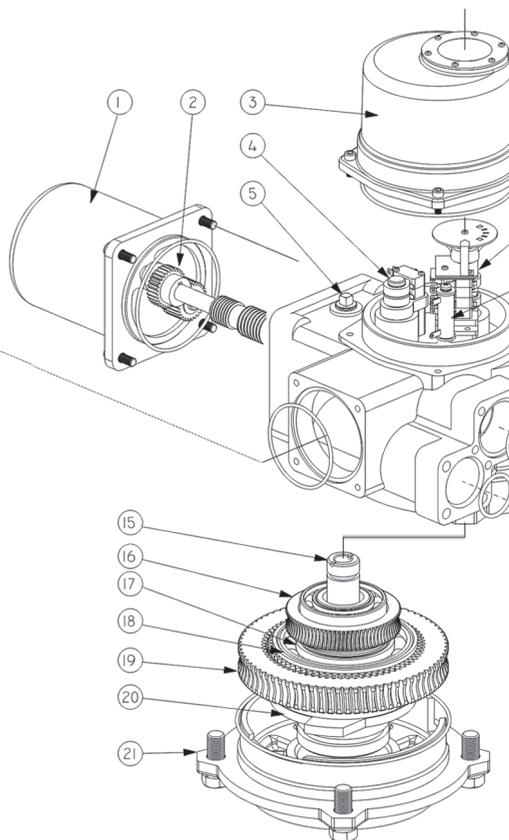
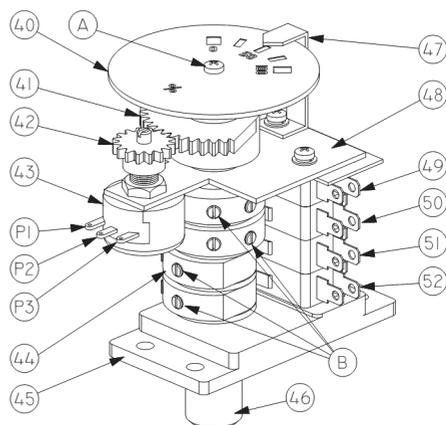
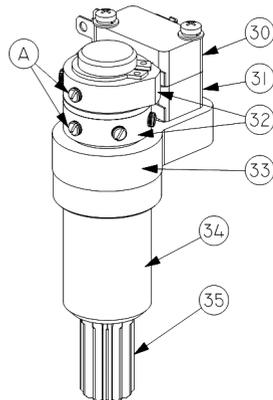

Рис.1 Электропривод ГЗ-ОФ
Рис. 2 Индикатор положения затвора арматуры
Рис.3 Двухсторонняя муфта ограничения крутящего момента
Электропривод состоит из следующих узлов и деталей (рис.1): электродвигателя (1); силового редуктора, в состав которого входит: червячный редуктор (11, 16), червячный редуктор маховика ручного дублера (13,19) и планетарная передача (18); двухсторонней муфты ограничения крутящего момента (моментной муфты) (4); ограничителя хода выходного вала (6); индикатора положения затвора арматуры (40, 47) (рис.2); выходного вала (15); механических упоров открытия и закрытия (9,10); клеммной колодки контактных соединений (23) и корпусных деталей.
Вращение электродвигателя (1) через прямозубую цилиндрическую шестерню (2) передается на червячный редуктор (11, 16), который соединен через планетарную передачу (18) с муфтой сцепления (20). Вращение муфты сцепления обеспечивает вращательное движение выходного вала (15). Выходной вал электропривода механически связан с индикатором положения затвора арматуры (40, 47) (рис.2) и ограничителем хода
Ограничитель хода выходного вала (6) механически связан с выходным валом (15). При достижении ограничителем хода выходного вала заданных параметров микровыключатели (49,50,51,52) (рис.2) отключают электроснабжение электродвигателя.
Индикатор положения затвора арматуры (40,47) (рис. 2) механически связан с валом ограничителя хода выходного вала. После надлежащей настройки указания индикатора соответствуют определенным положениям затвора арматуры независимо от режима работы электропривода – ручного или электрического.
При достижении предварительно установленной величины крутящего момента в положении ЗАКРЫТО или ОТКРЫТО, либо в случае аварийного заклинивания штока затвора арматуры в промежуточном положении, выходной вал (15) (рис.1) с червячным колесом (16) останавливается, а червяк (11), ввинчиваясь в венец червячного колеса (16), вследствие продолжающегося вращения ротора электродвигателя, начинает перемещаться в осевом направлении, сжимая тарельчатые пружины (12). Величина сжатия тарельчатых пружин определена настроенным крутящим моментом моментной муфты. Поступательное движение червяка (11) приводит к вращению вала моментной муфты (34) (рис.3). Кулачки (32), расположенные на валу моментной муфты, нажимают кнопки муфтовых микровыключателей (30, 31), размыкая цепь управления питанием электродвигателя электропривода.
2.6 МЕХАНИЧЕСКИЕ УПОРЫ (рис. 1)
Для управления электроприводом ГЗ-ОФ применяется электрическая схема, приведенная на рис.3. При достижении затвором арматуры конечных положений ОТКРЫТО или ЗАКРЫТО, срабатывают концевые микровыключатели 1КВ3 или 1КВ0, отключая питание электродвигателя электропривода. При превышении установленного крутящего момента при открытии или закрытии затвора арматуры, срабатывают муфтовые микровыключатели 1ВМ3 и 1ВМ0, отключая питание электродвигателя электропривода. Муфтовые микровыключатели 1ВМ3 и 1ВМ0 после срабатывания возвращаются в первоначальное положение при вращении вала в обратную сторону.
Снять крышку корпуса клеммных колодок контактных соединений (22) (рис.1). Подключить электропривод согласно схеме (рис.3). Закрыть крышку корпуса клеммных колодок. При помощи маховика перевести затвор арматуры в среднее положение. Далее проверить направление движения затвора арматуры при работе от электродвигателя на открытие и закрытие: диск индикатора положения затвора арматуры (40) (рис. 2) должен вращаться в сторону закрытия (открытия). Пуск осуществлять